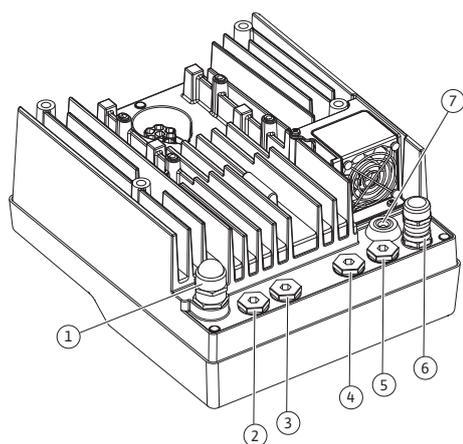

Fig. 19: Kabelverschraubungen/Kabeldurchführungen
| Anschluss  | Kabelverschraubung     | Kabel-durchführungFig. 19,Pos. | Klemmen-Nr.                                |
| SSM1~220 V AC ... 1~240 V AC12 V DC  | Kunststoff             | 2                                      | 2 (Fig. 19)                                |
| SBM1~220 V AC ... 1~240 V AC12 V DC  | Kunststoff             | 3                                      | 3 (Fig. 19)                                |
| Anschluss  | Kabelverschraubung     | Kabel-durchfüh-rungFig. 19,Pos. | Klemmen-Nr.                  |
4. Anschlusskabel durch die Kabelverschraubung M25 (Fig. 19, Pos. 1) führen. Kabelverschraubung mit vorgegebenen Drehmomenten festdrehen.